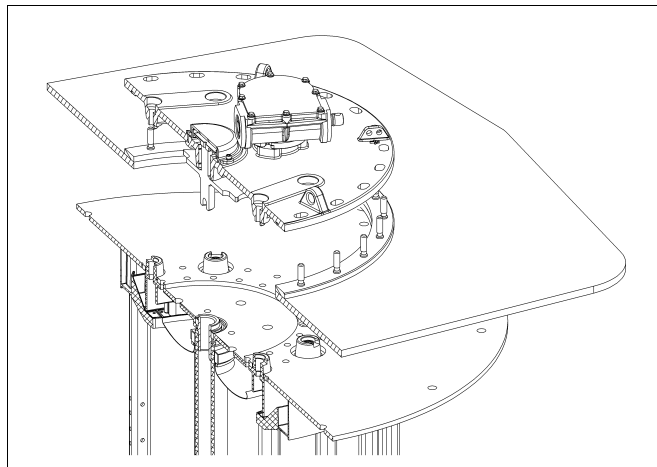

рис. 74
6) Установите головку устройства ПБВ на монтажном фланце в правильном монтажном положении (рис. 74).